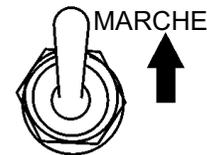

Figure 17. Interrupteur de fonctionnement (MARCHE)
3. Placer le commutateur de fonctionnement de la génératrice (Figure 17) en position **MARCHE**.